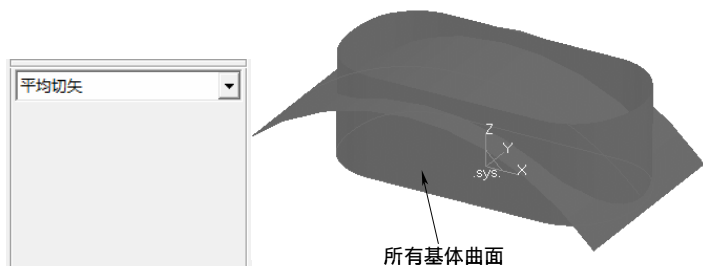

图 8-86 缝合曲面 2
2) 选择下拉菜单“造型”→“曲面编辑”→“曲面缝合”命令，或者单击“线面编辑栏”工具栏上的“曲面缝合”按钮，在立即菜单中选择“平均切矢”缝合方式，依次对图 8-86 所示的基体曲面进行缝合。